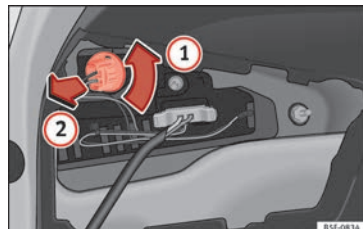

Fig. 116 Démonter le porte-ampoule.
- Faites tourner le porte-ampoule de marche arrière vers la gauche dans le sens de la flèche 1 » fig. 116.